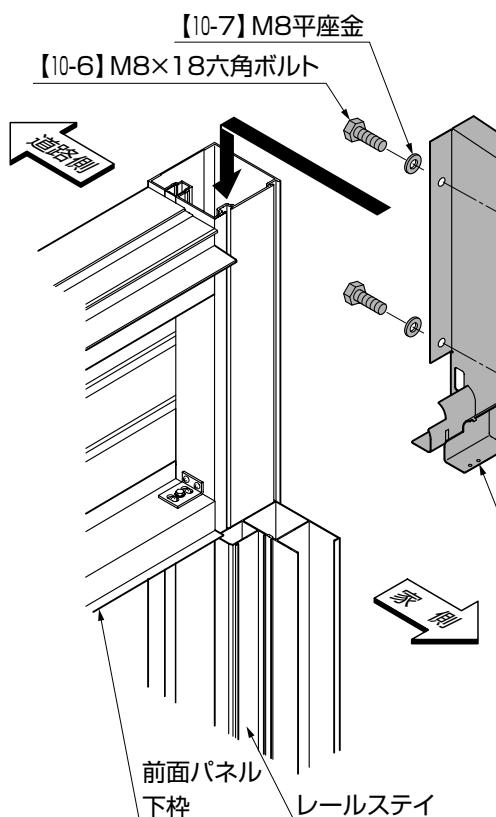

図1-1
- ① ブラケット左に、柱の溝にボルト頭部と平座金が入るように【10-6】、【10-7】、【10-8】、【10-9】を上図の順序で仮止めし、柱の上から差込んでください。(図1-1参照)